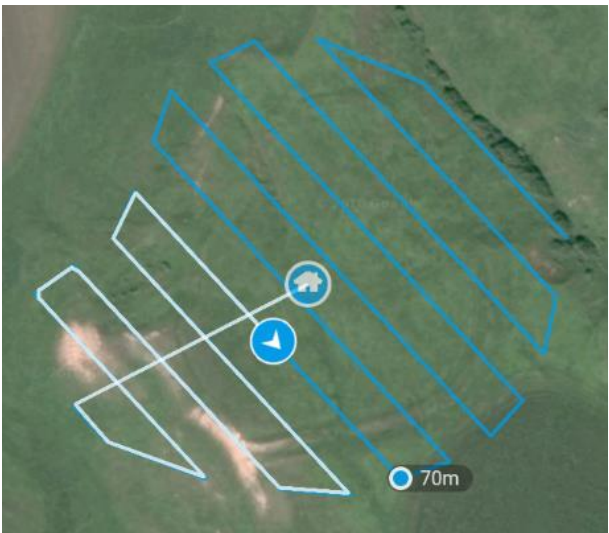

Рисунок 8. Квадрокоптер DJI Phantom 4 (а), процесс съемки специальной марки ГНСС-приемником (б), полетное задание в приложении DroneDeploy (в)
- Квадрокоптер. Для учебных целей используется квадрокоптер DJI Phantom 4 (Рис. 8а). Необходимо проверить оснащение коптера, заряд батарей и пульта управления, целостность винтов, наличие отформатированной карты памяти, кабеля для подключения к смартфону или планшету.
- Специальные марки и гвозди для их крепления (рис. 8б). Необходимы для фиксации контрольных точек на снимаемой поверхности. Располагаются равномерно на всей снимаемой территории, обязательно кладутся на наивысшую и самую низкую точки рельефа
- Проект в DroneDeploy (рис. 8в). Данное ПО устанавливается на смартфон или планшет и необходимо для создания полетного задания. Проект может быть создан непосредственно перед полетом, но лучше сделать проект заранее, на случай плохой связи в точке съемки.